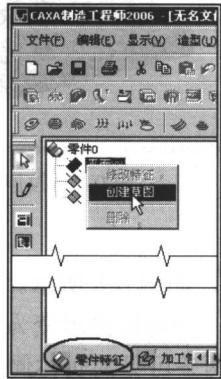

图 0-2 进入草图
(1) 在屏幕左侧的特征树中单击“零件特征”选项标签，在弹出的“零件特征”选项页中选中“平面 XY”，点击鼠标右键，选择“创建草图”，如图 0-2 所示。